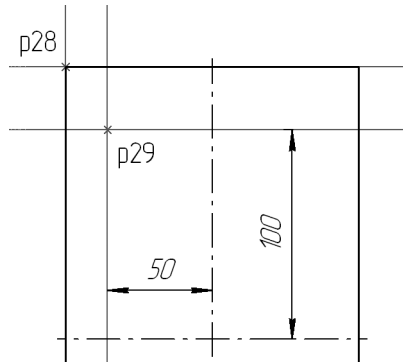

Рис. 51.76.
1. Определите положение центра левого верхнего отверстия диаметром 18 мм. Для этого постройте две вспомогательные прямые, как это показано на рис. 51.76. Полученная таким образом точка p29 и будет искомой точкой. Размеры не проставляйте.